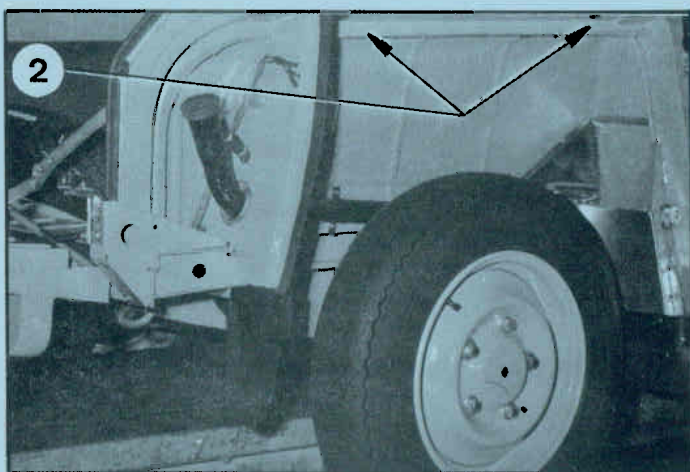

Fig. 22
15. Horizontale stijl boven de achterwielen (BREAK) (afb. 22)
- Verwijder de pluggen (2) die de gaten voor en achter van deze stijlen links en rechts afdichten.